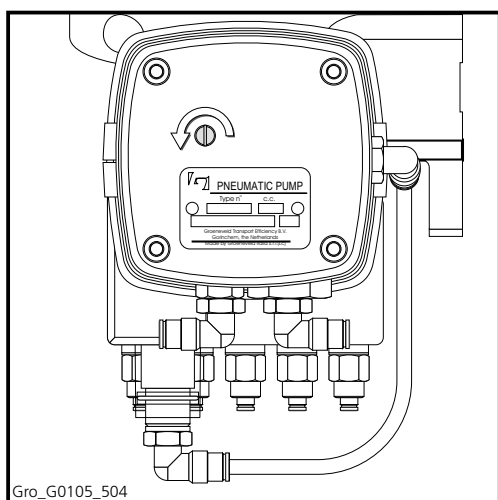

Fig 5.5 Vite di prova
1. premere la vite di prova e ruotarla accuratamente verso sinistra (in senso antiorario) fino a provocare la conclusione dell'eventuale ciclo di lubrificazione (dalla pompa fuoriuscirà dell'aria) (Fig 5.5)